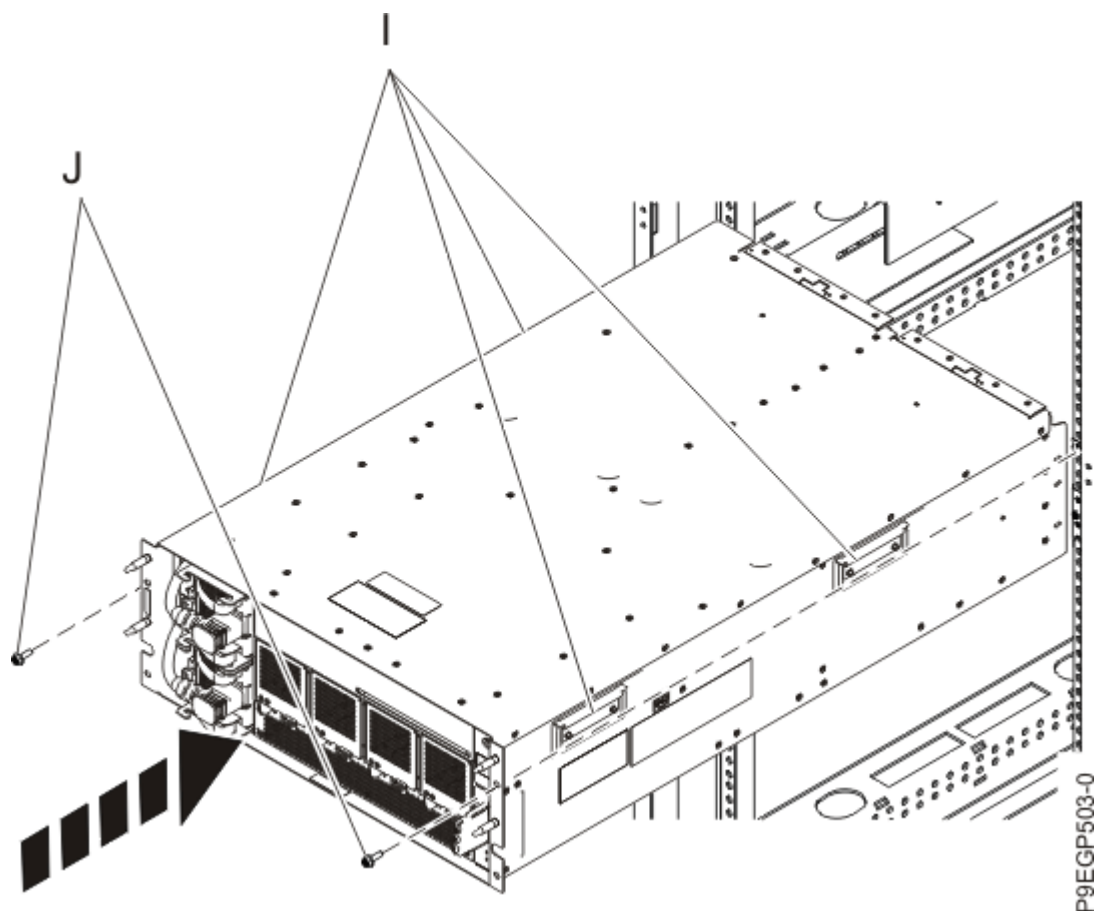

Figura 9. Instalando a gaveta em um rack
- a) Usando três pessoas, duas pessoas seguram as quatro alças **(I)**, conforme mostrado em Figura 9 na página 14 e uma pessoa na frente da gaveta para guiar a gaveta. Levante a gaveta e posicione-a na frente dos trilhos.